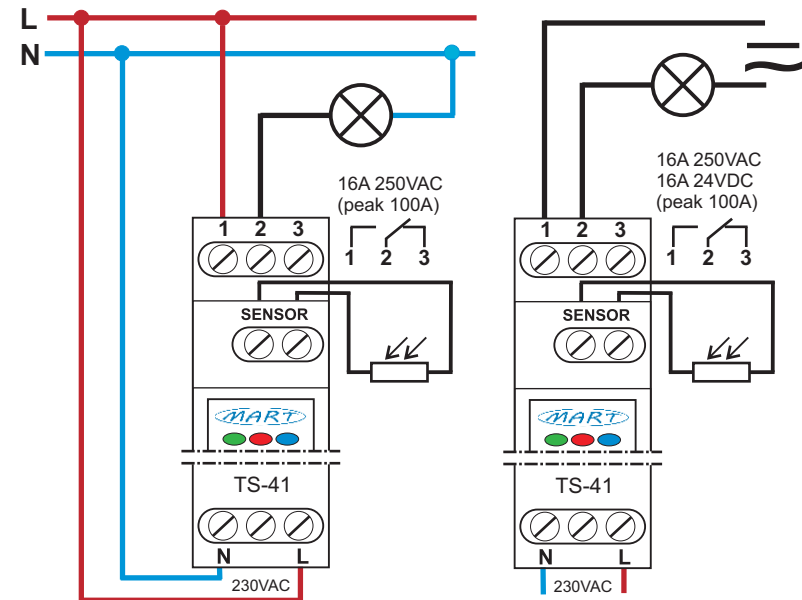

Bild 2: Anschlussschema des Dämmerungsschalters TS-41-3.4
3. Schließen Sie die Anschlüsse gemäß dem Diagramm an (Abb. 2).